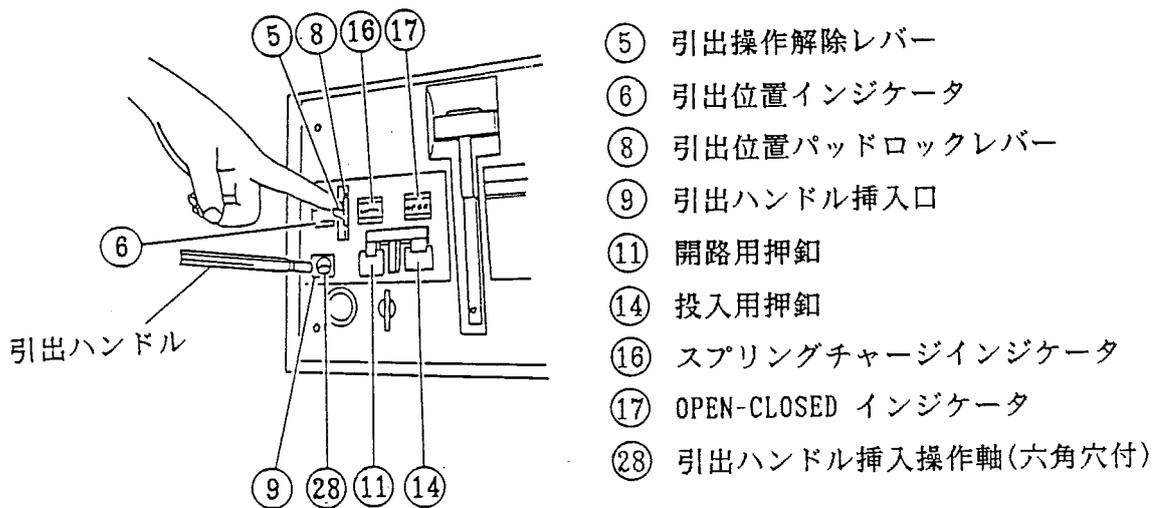

図24. 引出ハンドル挿入口をあける方法
OPEN-CLOSEDインジケータ(SHEET NO.32 図24 ⑰)は「OPEN」を表示しています。
スプリングチャージインジケータ(SHEET NO.32 図24 ⑱)は「DISCHARGED」を表示しています。
- 3) 引出位置インジケータ(SHEET NO.32 図24 ⑥)が「ISOLATED」を表示していることを確認して下さい。
- 6) 引出操作解除レバー(図24 ⑤)を下側に倒し、引出ハンドル挿入口(図24 ⑨)のシャッタをあけて下さい。
遮断器が移動を開始すると、引出操作解除レバー(SHEET NO.32 図24 ⑤)は上側へ復帰しますが、そのまま挿入操作を進めて下さい。遮断器が試験位置になると「カチッ」と機械音がして、遮断器はロックされ、引出ハンドルをまわすことができなくなります。
引出位置インジケータ(SHEET NO.32 図24 ⑥)は「TEST」を表示します。